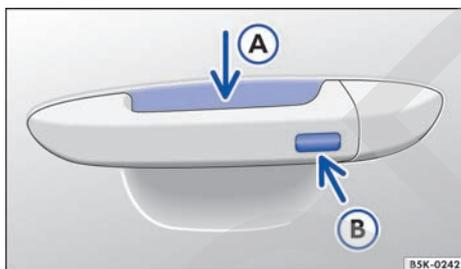

Fig. 56 En la manilla: superficies sensoras.
- Toque la superficie sensora → fig. 56 (A) situada en el lado interior de la manilla de la puerta del conductor o del acompañante.
- Adicionalmente, antes de que transcurran 5 segundos, toque una vez el sensor del lado exterior de la manilla de la puerta → fig. 56 (B). Al hacerlo, no agarre la manilla.